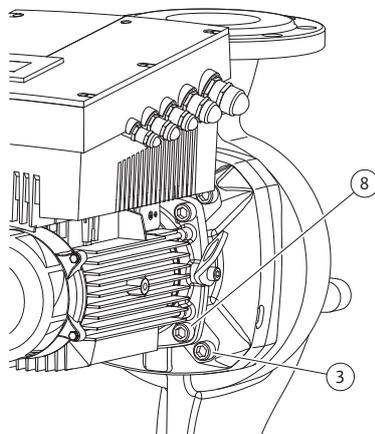

Fig. 50: Fixação opcional do conjunto de encaixe
22. Empurrar cuidadosamente a lanterna sobre o veio e colocá-la na posição anterior ou num outro ângulo em relação à flange do motor, respeitando as posições de instalação autorizadas dos componentes (ver capítulo 7.1 “Posições de instalação autorizadas e alteração da disposição dos componentes antes da instalação” na página 152). Fixar a lanterna à flange do motor com os parafusos (Fig. 7, pos. 10) **ou** – nos modelos de bomba/lanterna segundo (Fig. 50) – com os parafusos (Fig. 50, pos. 8).
16. Consoante o modelo da bomba, desapertar os parafusos (Fig. 7, pos. 10) ou, em alternativa, os parafusos (Fig. 50, pos. 8).